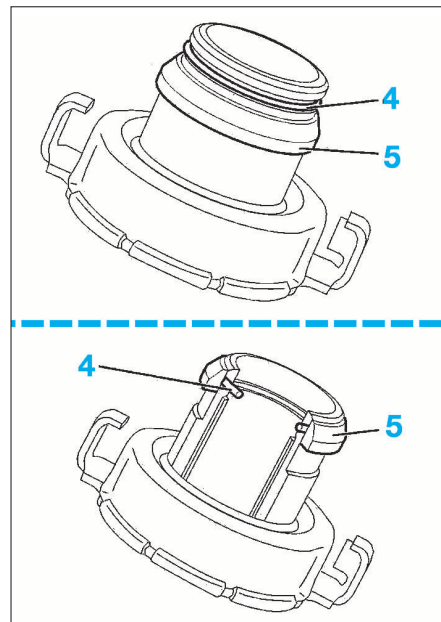

FIG. 6
- Vérifier que le jonc (4) (Fig.6) se trouve dans sa gorge, coiffée par la bague plastique (5).